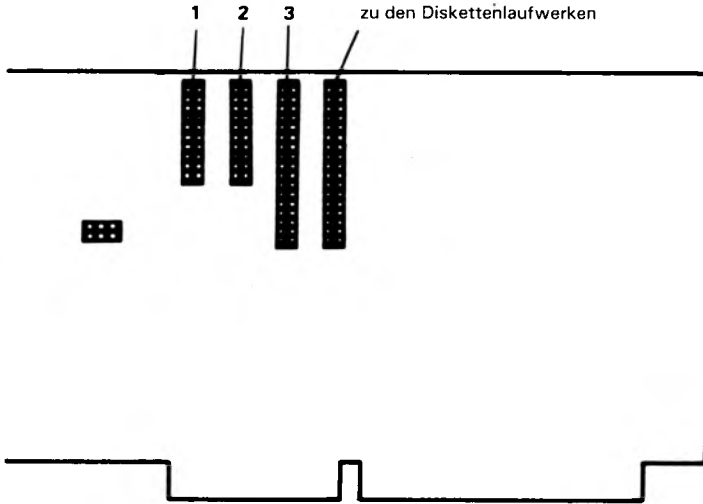

Abbildung 2 K753-1
7. Wenn es sich bei diesem Festplattenlaufwerk um das erste, das installiert werden soll, handelt, verbinden Sie das andere Ende des Flachbandkabels, das bereits an die Platten-Controllerplatine in Position 3 (Abbildung 2 K753-1) angeschlossen ist, mit den Kontakten an der Rückseite des Laufwerks; richten Sie sich dabei nach der separaten Beschreibung des Kits.
8. Ein zusätzliches Kabel wird benötigt (3299-K757). Schließen Sie das eine Ende dieses Kabels an Position 2 (erste Festplatteneinheit) oder Position 1 (zweite Festplatteneinheit) auf der Platten-Controllerplatine an (siehe Abbildung 2 K753-1). Schließen Sie das für das Laufwerk vorgesehene Ende dieses Flachbandkabels entsprechend der separaten Beschreibung des Kits an.